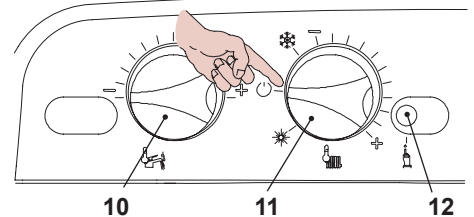

Рисунок 5.44
- Чтобы выйти из режима программирования, установите переключатель функций / регулятор температуры отопления 11 так, как показано на рисунке Рисунок 5.44.